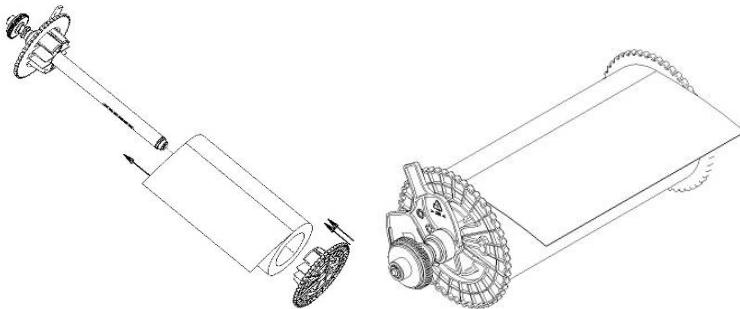

图 2.4.3
- 3) 按图示方式将纸卷安装在纸卷芯轴上(注意纸卷缠绕方向及标尺刻度, 确保纸卷对中) (如图2.4.3) ;